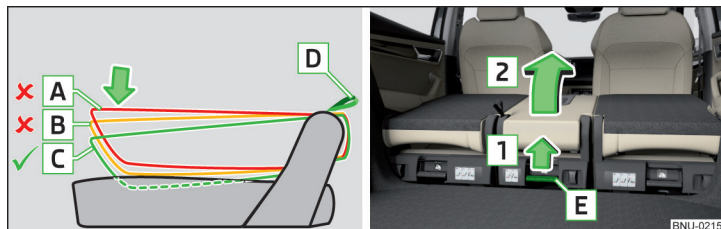

Fig. 84 Plegar el asiento central
- Tirar el lazo [D] y presionar el respaldo en la posición [C] aprox. 4 cm en la superficie del asiento » fig. 84.